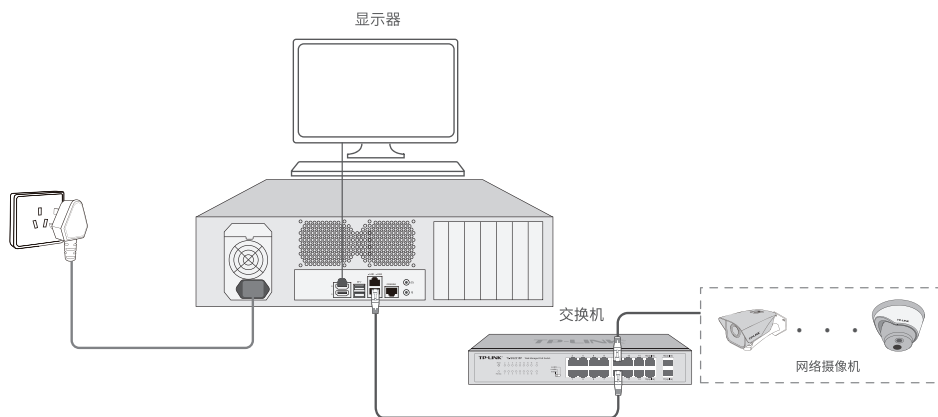

图3-5 单机状态NVS连接示意图
若处于单机状态下，NVS可通过连接显示器进行开局配置，可参考图3-5连接设备。
1. 开启多址模式: 依次点击网络设置>>网络连接, 选择“多址设定”工作模式, 点击<保存>即可。连接设备可参考图3-5。